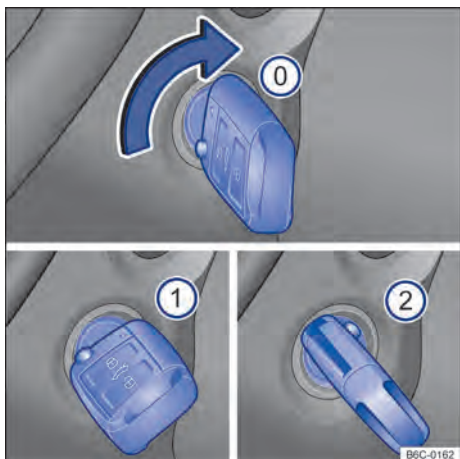

Fig. 83 Ao lado do volante, à direita: posições da chave do veículo no cilindro da ignição.
Posições da chave do veículo → **Fig. 83**
- 2 Pisar no pedal do freio e ligar o motor. Quando o motor pegar, soltar a chave da ignição. Ao soltar, a chave do veículo retorna à posição → **Fig. 83** 1.
- Girar a chave do veículo na posição → Fig. 83 . A ignição está ligada.
- Girar a chave do veículo no cilindro da ignição para a posição → Fig. 83  – não acelerar. Quando o motor começar a funcionar, soltar a chave do veículo no cilindro da ignição.
- *Veículos com cilindro da ignição*: girar a chave do veículo no cilindro da ignição na posição → Fig. 83 .